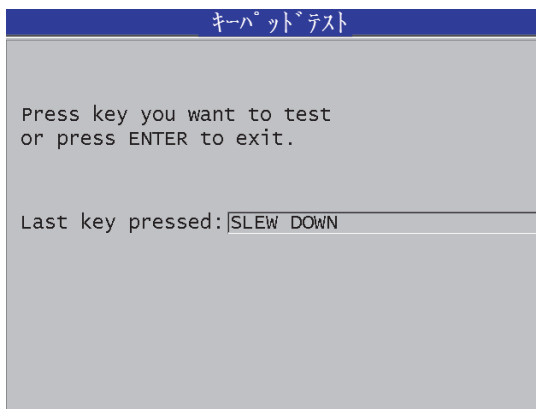

図 15-2 キーパッドテスト画面
4. キーパッドテストが選択されているときは、キーパッドテスト画面で以下の操作を行います（280 ページの図 15-2 参照）。